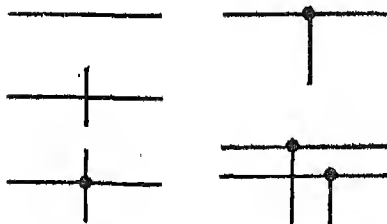

Fig. 20. — Voici quelques symboles graphiques utilisés par les électriciens dans leurs plans d'installations. Dans l'ordre, de haut en bas :
4. Apprenez à lire les schémas utilisés par les électriciens dans leurs projets d'installation (fig. 20).